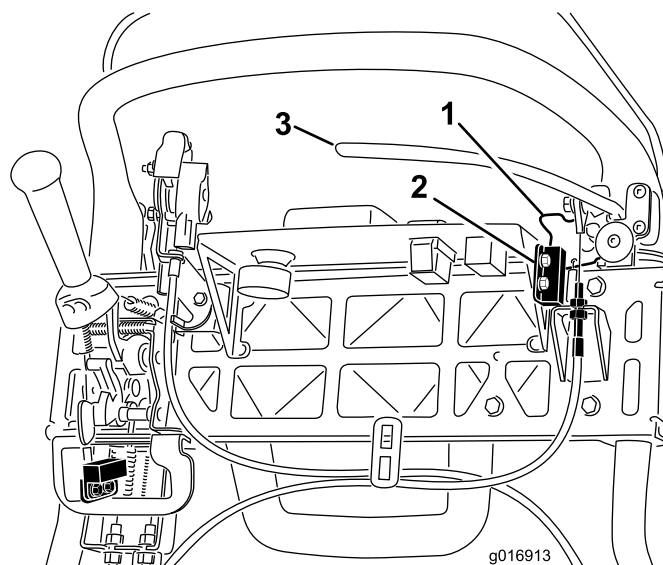

Рисунок 40
4. Ослабьте крепежные детали блокировочного выключателя (Рисунок 40).
5. Поставьте регулировочную прокладку толщиной 1,6 мм между фиксатором стояночного тормоза и блокировочным выключателем (Рисунок 40).